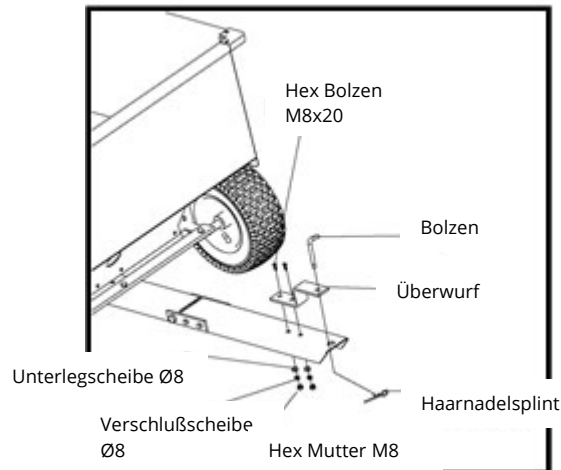

Abbildung 15
28. Schließlich wird der Überwurf für den Zugbolzen mit zwei M8x20-Hex-Bolzen, Ø8-Verschlusscheibe, Ø8-Unterlegscheiben und M8-Hex-Mutter montiert. Festziehen. Siehe Abbildung 15.
29. Der Bolzen wird durch den Überwurf und die Zugvorrichtung gesteckt und mit einem Haarnadelsplint gesichert. Siehe Abbildung 15.